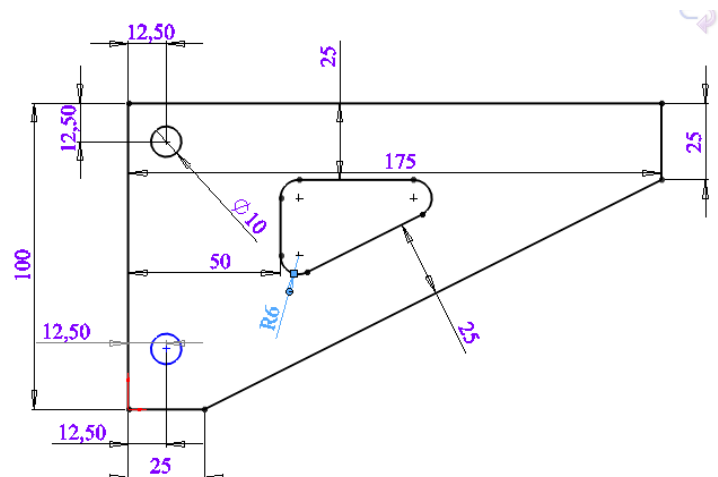
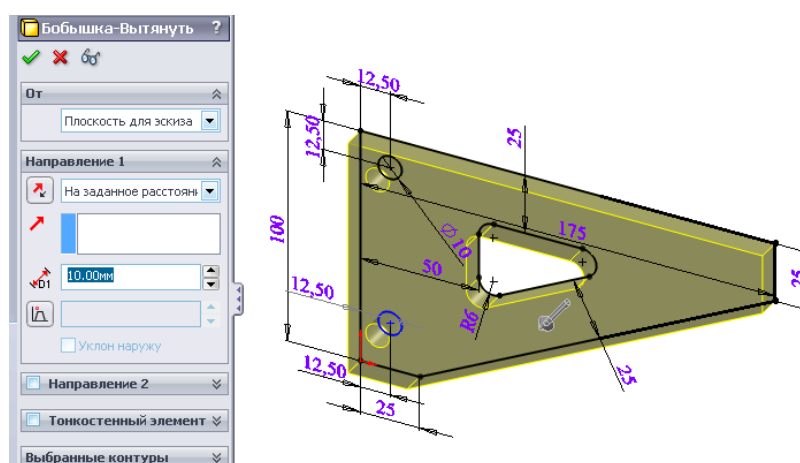

Рисунок 1.2 – Размеры модели
Рисунок 1.3 – 3D-модель кронштейна
1. В САПР SolidWorks на основе чертежа, представленного на рис. 1.2, создайте 3D-модель кронштейна (рис. 1.3).